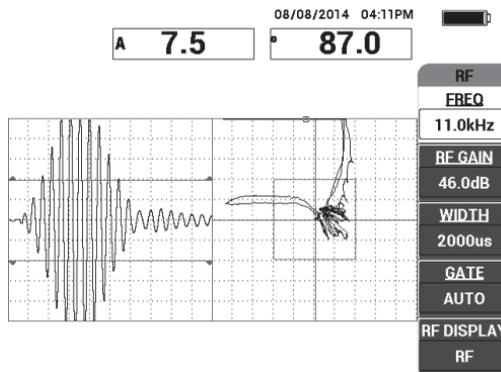

Figura 6-4 Detección de pérdidas de espesor de campo lejano y campo cercano
4. Efectúe el escaneo sobre la pérdida de adherencia de campo lejano y de campo cercano; después, desplace la sonda sobre dichas pérdidas para asegurarse que ambos defectos sean detectados. Ver la Figura 6-4 en la página 139.